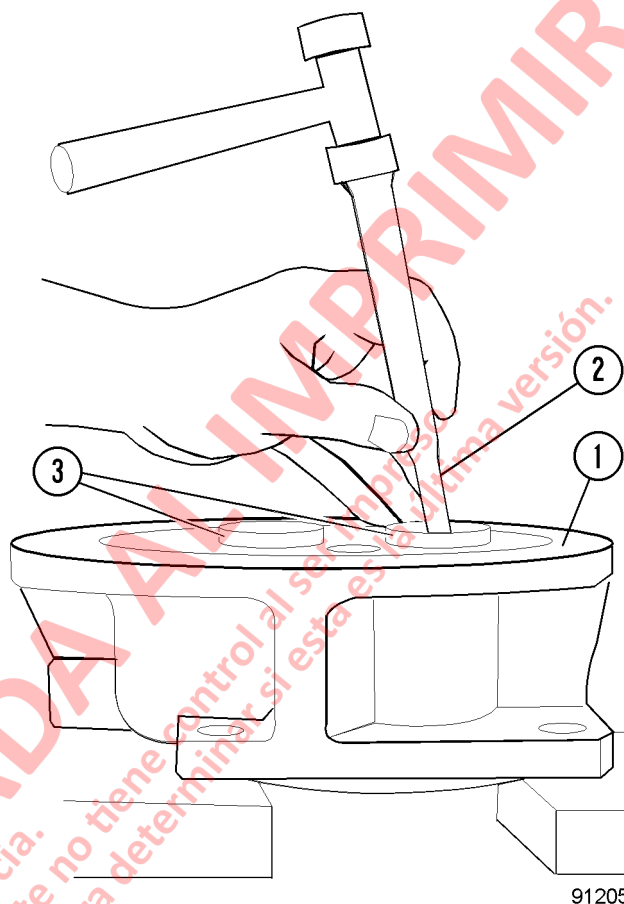

FIGURA 3-8. DESMONTAJE DEL SELLO DEL EJE
15. Utilice un punzón y un martillo para sacar el sello externo del eje del orificio de la brida (consulte la Figura 3-8). Tenga cuidado de no arruinar, rayar o dañar la superficie del orificio del sello o los rodillos.